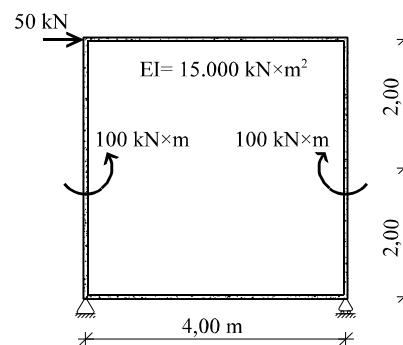

Figura 19
19) La estructura de la figura 19 es un marco sometido a dos hipótesis de cargas distintas: